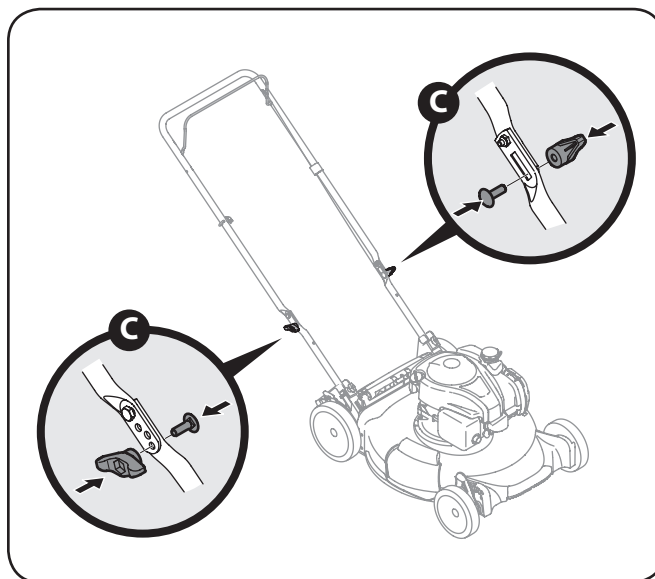

**Figure 3-4**
- a. Tire hacia arriba en el asa hasta agujeros en la manija (que se muestra en Figure 3-3 corte de la cubierta) se alinean con los agujeros en el mango soporte. Vea Figure 3-4.
- b. Inserte el T-pernos quitó anteriormente a través del mango corchetes y asa inferior y apriete bien para asegurar el mango en su lugar. Vea Figure 3-4.